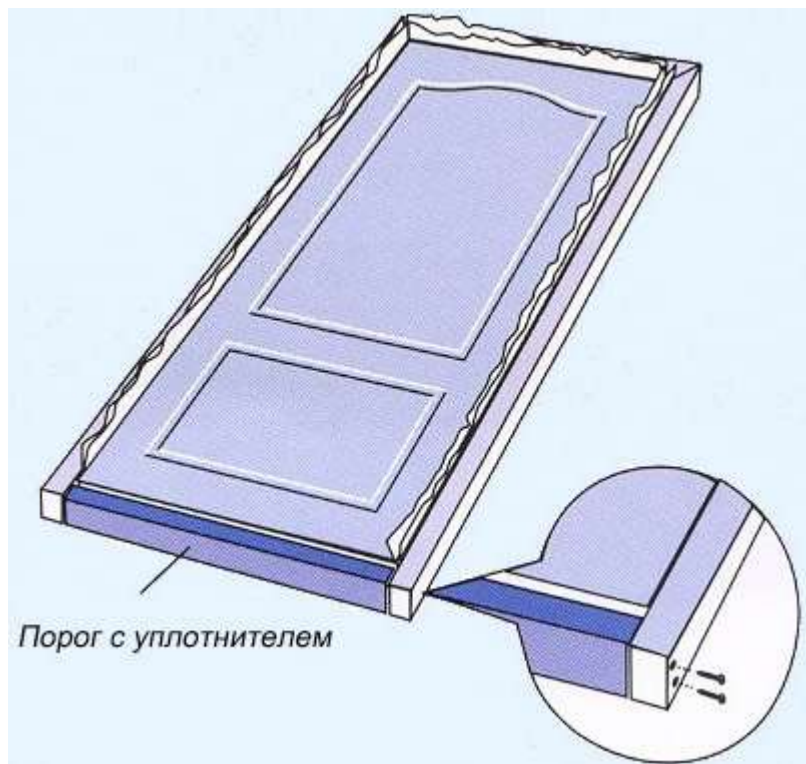

Рис.4
5. Стяните коробку саморезами (рис.4).